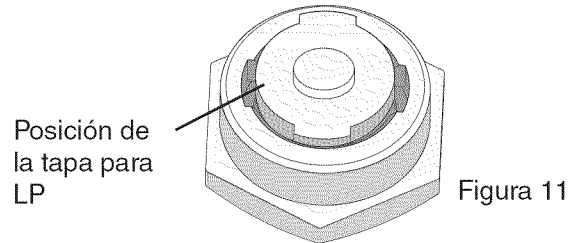

Figura 11
4. Vuelva a acomodar la tapa y el tapón dentro del regulador (figura 11).